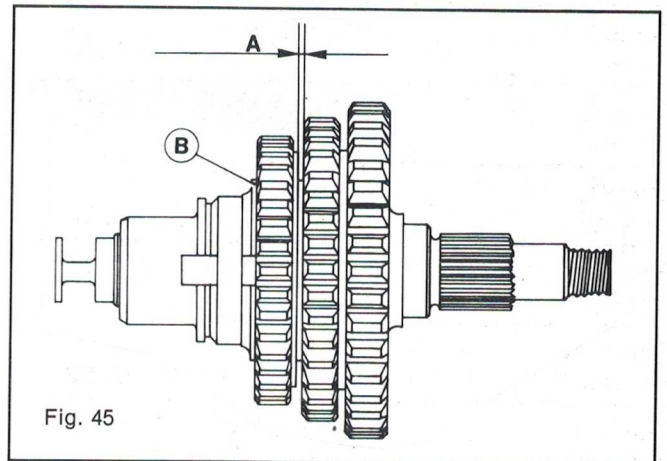

Fig. 45
#### Anelli di spallamento (fig. 45)
5) - Effettuare il rimontaggio del gruppo ingranaggi, seguendo le operazioni inverse all'ordine di smontaggio e procedere al controllo del gioco assiale come illustrato a pag. 17 fig. 45.